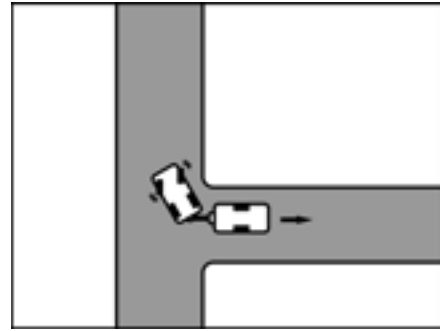

Bild 11 Rechts einschlagen
- Nach rechts einschlagen und vorsichtig rückwärts fahren (Bild 11).